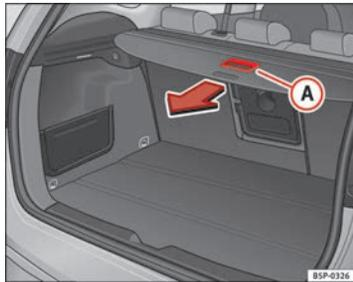

Fig. 123 Accionamento da chapeleira
- Puxe para trás a chapeleira com o puxador **A** até ouvir um «clique» ⇒ Fig. 123.